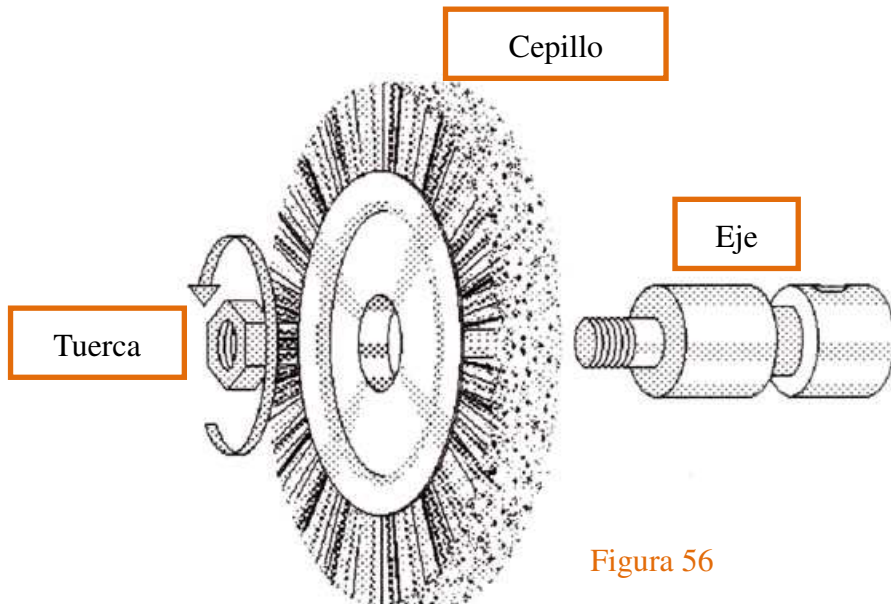

Figura 56
- 5) Afloje la tuerca girándola en sentido antihorario. Retire la tuerca del eje y el cepillo desgastado (ver figura 56).
- 6) Reemplace el cepillo desgastado por uno nuevo. Asegúrese de que el nuevo cepillo esté colocado correctamente en el eje (ver figura 56).